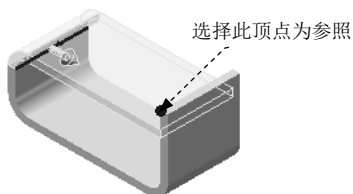

图 10.2.19 成形到一顶点
- ☑ **成形到一顶点** 选项：特征在拉伸方向上延伸，直至与指定顶点所在的面相交（此面必须与草图基准面平行），如图 10.2.19 所示。